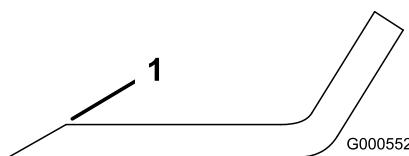

Figure 53
1. Au moyen d'une lime, aiguissez les tranchants aux deux extrémités de la lame (Figure 53).
Remarque: Si la lame est déséquilibrée, limez un peu l'extrémité de l'ailette seulement (Figure 53).